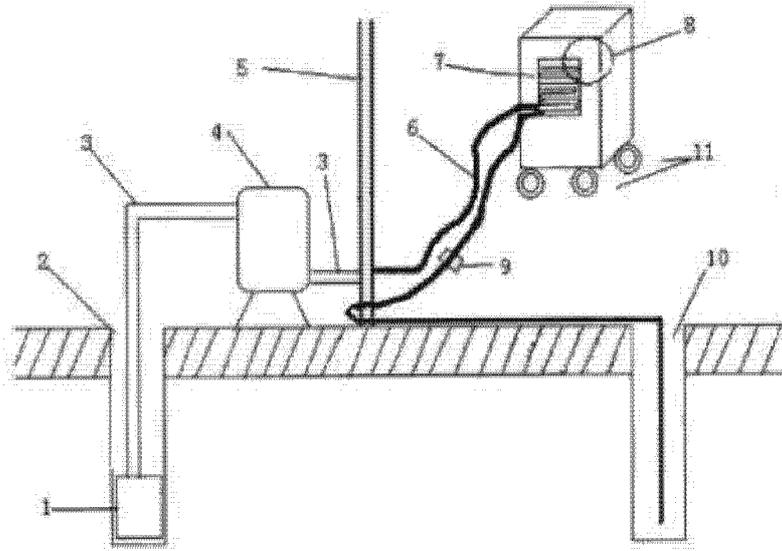

图 1
- [0011] 图 1 为本实用新型的结构示意图；
[0018] 图 1 所示为本实用新型的结构示意图。